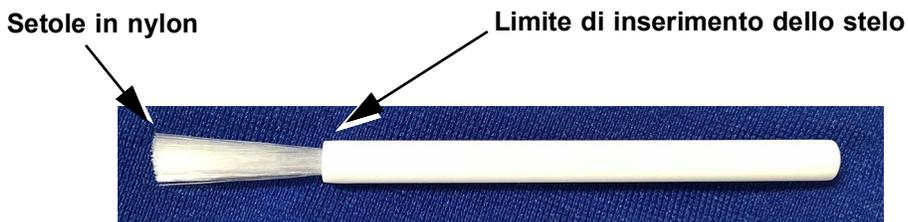

Figura 2-1. Spazzolino per la pulizia della lente dell'I-CORE
3. Individuare lo spazzolino in dotazione al kit Xpert Check (vedere la Figura 2-1).